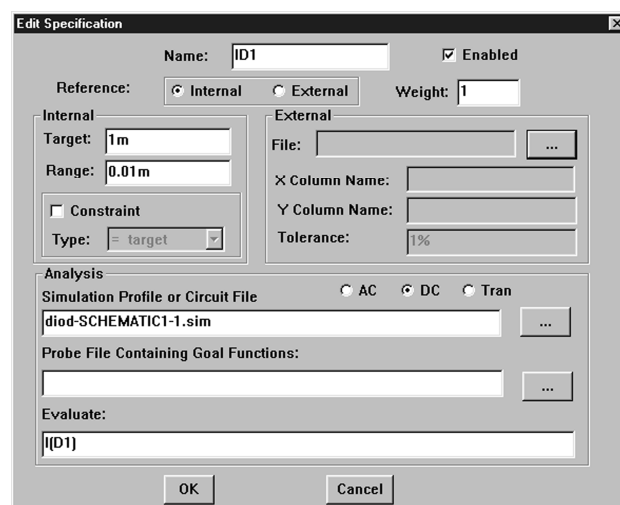

Рис. 5.5. Окно Edit Specification
6. Добавим глобальную целевую функцию, для чего в меню Edit данной программы выберем пункт Specifications. В появившемся окне нажмем кнопку Add, в результате чего появится окно Edit Specification, приведенное на рис. 5.5. Поля этого окна имеют следующие назначения:
Заполним поля окна Edit Specifications так, как показано на рис. 5.5; закроем это окно, нажав ОК. После этого закроем окно Specifications с помощью кнопки Close.
7. Для того чтобы можно было запустить процесс оптимизации, необходимо соответствие между видом анализа, указанного в окне Edit Specification (см. рис. 5.5), и профилем моделирования в программе Capture. Для расчета схемы по постоянному току мы использовали режим Tran, поэтому необходимо: